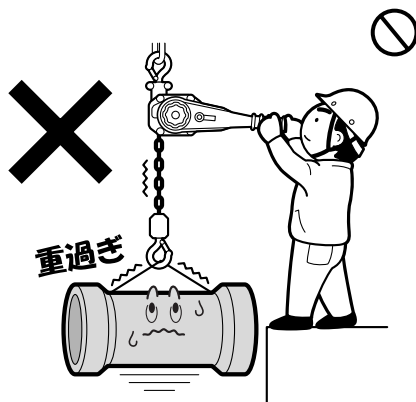
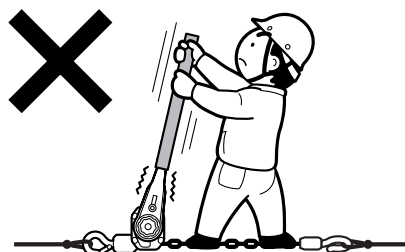

図2
図3
- (1) 据え付けは、専門知識のある人以外は絶対に行わないでください。
- (2) レバーホイストを設置する場所に十分な強度があることを確認してください。
- (3) 定格荷重を超える荷は、絶対につらないでください。図2
- (4) 損傷を受けたり、異音がするレバーホイストを使用しないでください。
- (5) レバーにパイプなどを差し込んでの操作や足で踏みつけるような操作は絶対に行わないでください。図3